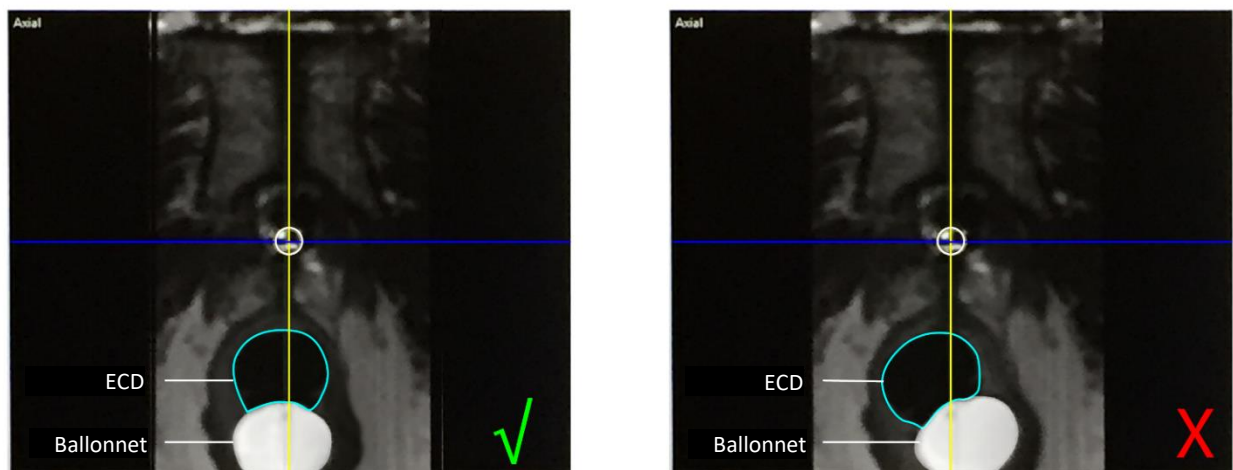

Figure 49 : Centre de la fenêtre de refroidissement
2. Radiologue : vérifier que le placement de l'ECD est idéal (Figure 49) :